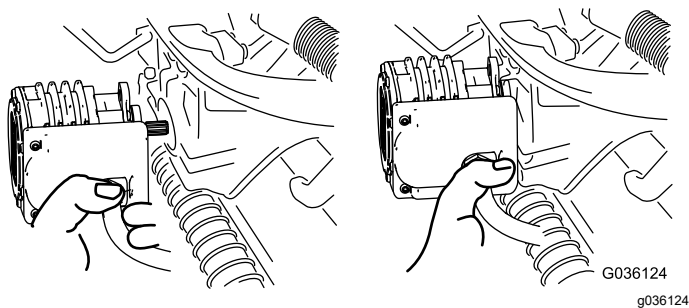

Figura 66
5. Amplasăți motorul în locul de depozitare din partea din față a braului de suspensie (Figura 66).